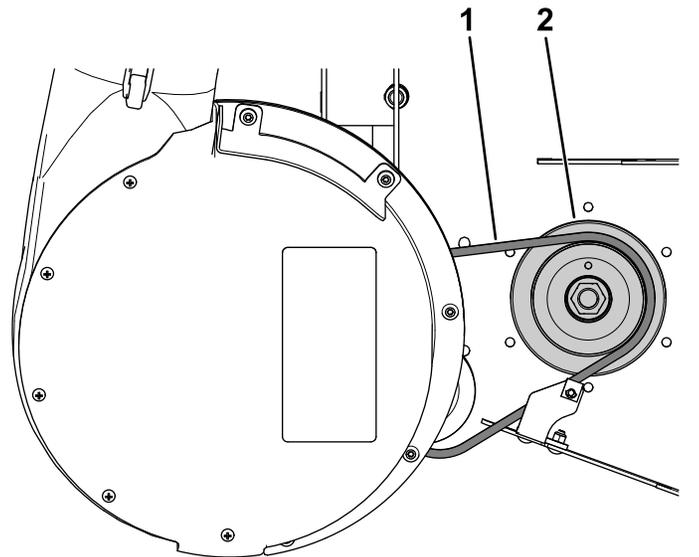

Bild 46
1. Ziehen Sie die gefederte Spannscheibe zurück und verlegen den Gebläseriemen um die Antriebscheibe (Bild 46).